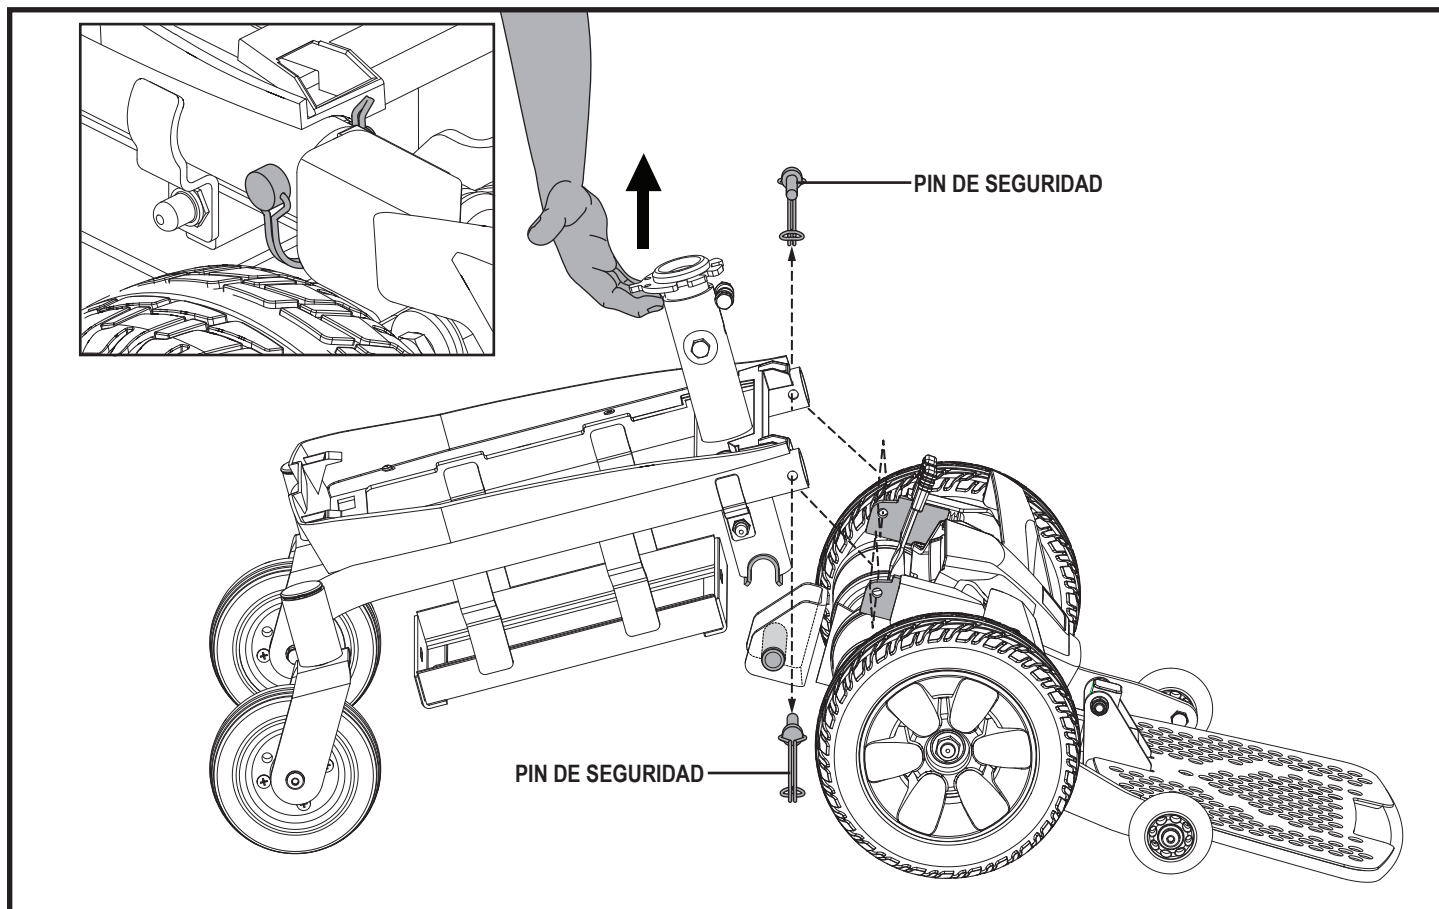

Figura 10. Separando la base de poder portátil y Jazzy Sport
Jazzy Elite ES Portable y Jazzy Sport Portable desmonte en varios componentes: el asiento, la cubierta, las baterías, la sección trasera de la base de potencia y la sección frontal de la base de potencia. **Ver la Figura 10.**
10. Retire los pasadores de seguridad de seguridad que conecten la sección trasera de la base de alimentación a la sección frontal de la base de energía. **Ver la Figura 10.**